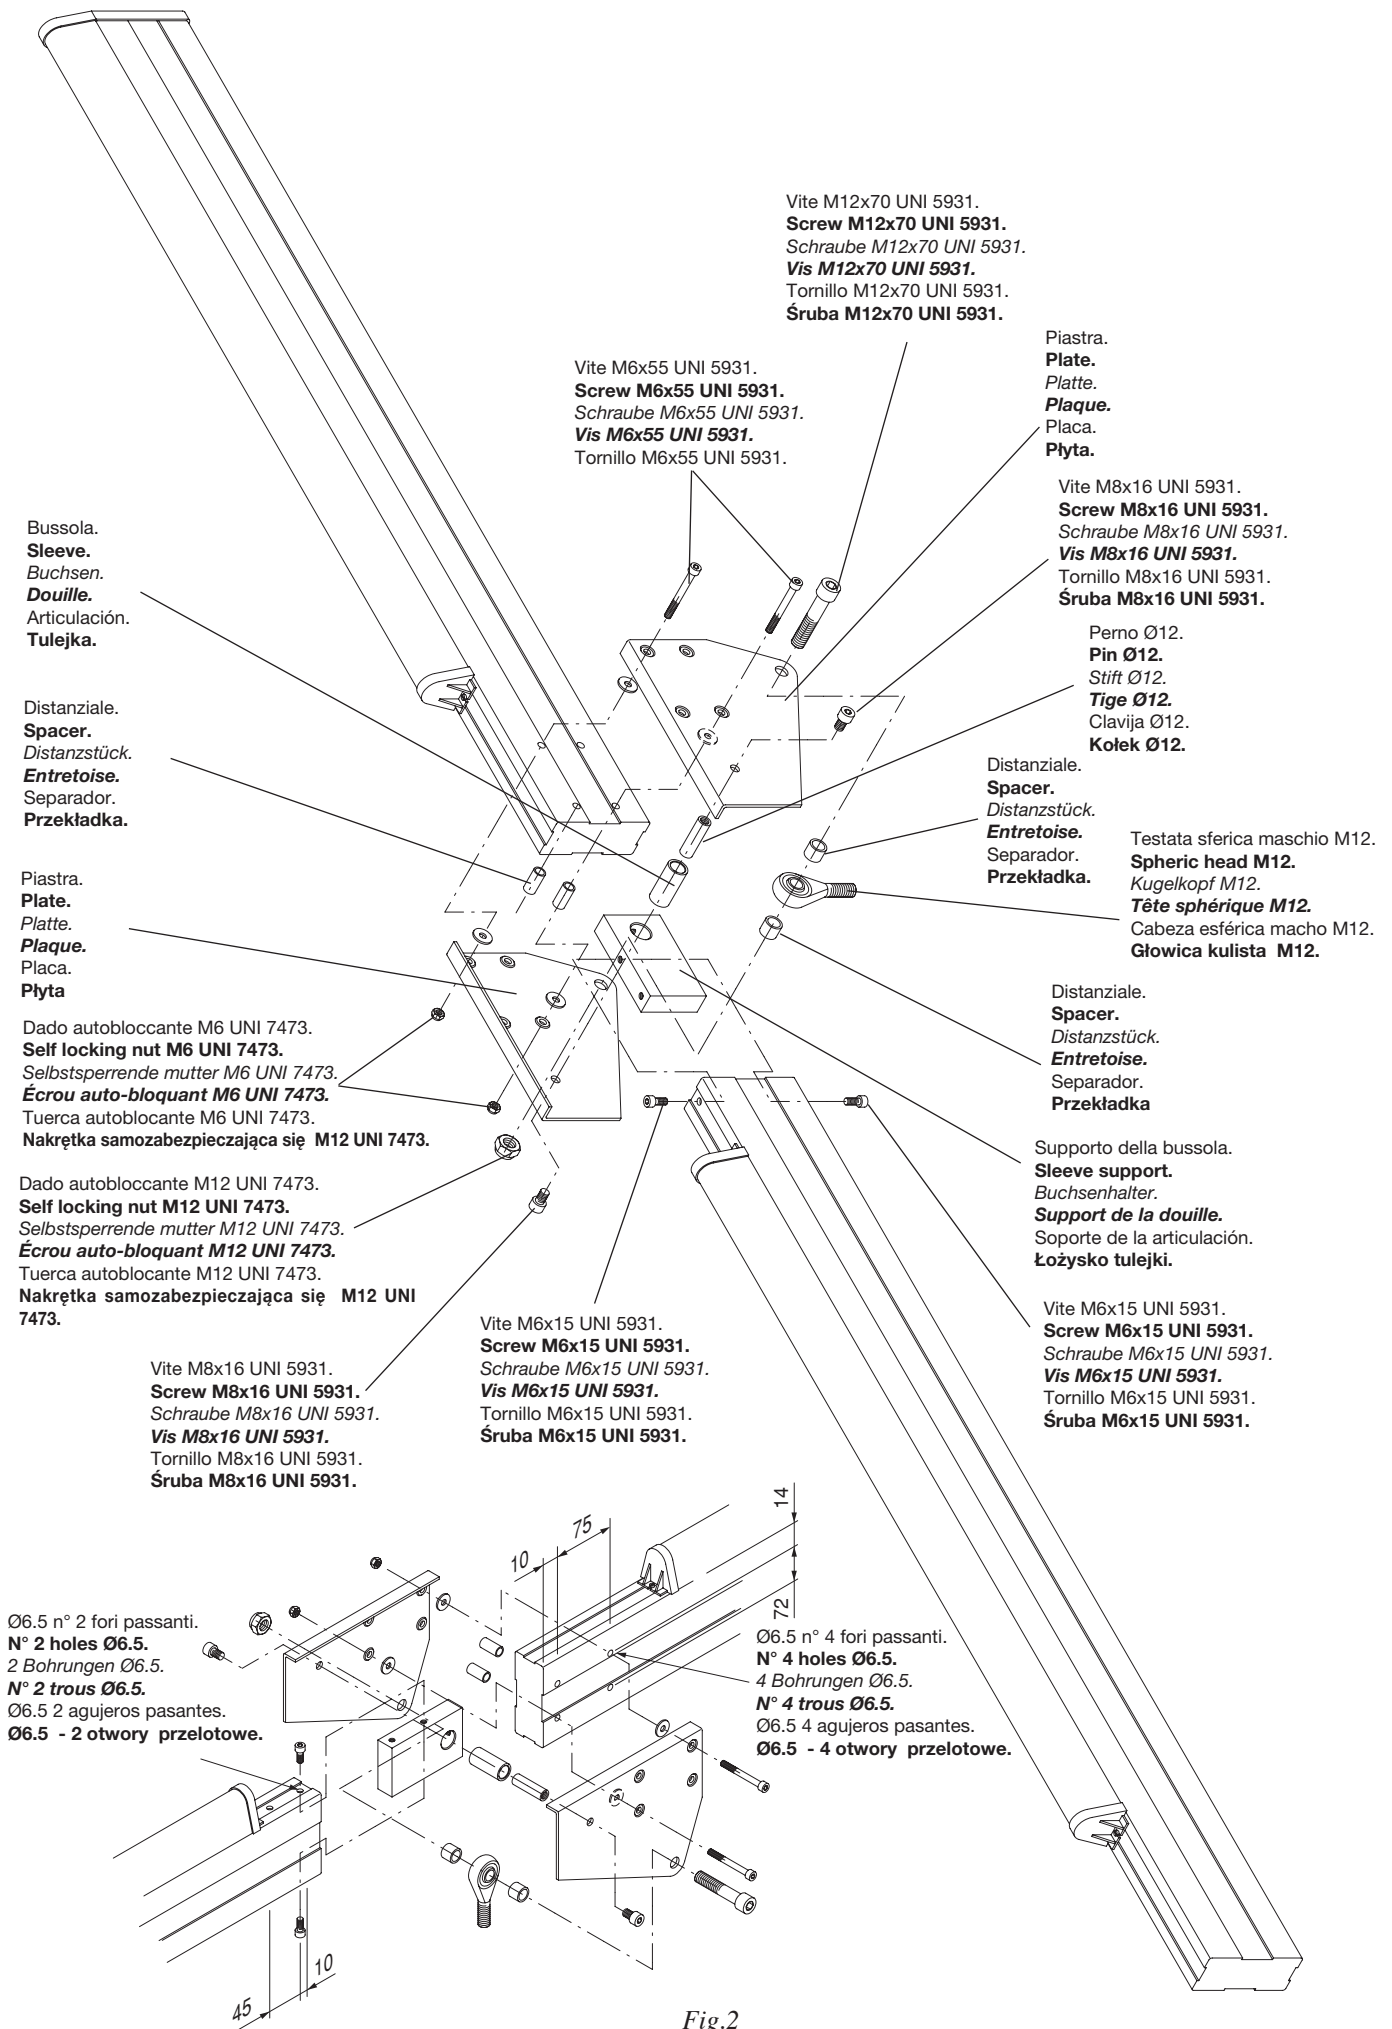

Fig.2
- Tagliare a misura e forare i due spezzoni d'asta secondo le misure di fig. 2.
- Assemblare le due piastre sul profilo di lunghezza L2 senza bloccare le viti (fig. 2).
- Inserire il supporto della bussola nel profilo di lunghezza L1 e bloccare le viti (fig. 2).
- Inserire il perno Ø12 nel supporto e fissarlo con le due viti M8 (fig. 2).
- Cut to length and bore the two rod pieces as per measurements given in fig. 2.
- Assemble the two plates on length L2 without tightening the screws (fig. 2).
- Insert the sleeve support in the length L1 and fix the screw (fig. 2).
- Insert the Ø 12 mm pin in the support and secure it with two M8 screws (fig. 2).
- Die zwei Stangenstücke nach den Maßen auf Bild 2 maßschneiden und bohren.
- Die zwei Platten an dem Längsprofil L2 zusammenfügen, ohne die Schrauben zu sperren (Bild 2).
- Den Buchsenhalter in das Längsprofil L1 einführen und die Schrauben anziehen (Bild 2).
- Couper aux bonnes dimensions et percer les deux morceaux de tige selon les mesures de la Fig. 2.
- Assembler les deux plaques sur le profil de longueur L2 sans bloquer les vis (fig. 2).
- Insérer le support de la douille dans le profil de longueur L1 et bloquer les vis (fig. 2).
- Insérer la tige Ø12 sur le support et la fixer avec les deux vis M8 (fig. 2).
- Cortar a medida y agujerear las dos piezas del asta según las medidas de la fig. 2.
- Ensamblar las dos placas sobre el perfil de longitud L2 sin bloquear los tonillos (fig. 2).
- Insertar el soporte de la articulación en el perfil de longitud L1 y apretar los tornillos (fig. 2).
- Insertar el perno Ø12 en el soporte y fijarlo con los dos tornillos M8 (fig. 2).